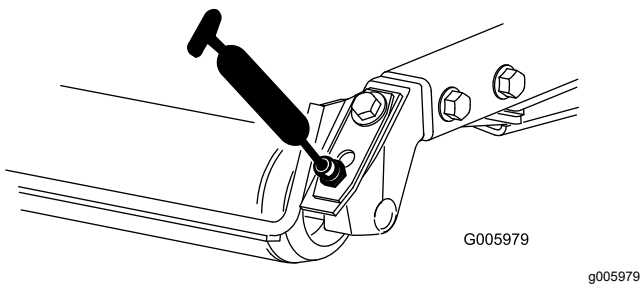

Bild 79
- Heckrollenlager (2 pro Mähwerk), wie in Bild 79 abgebildet